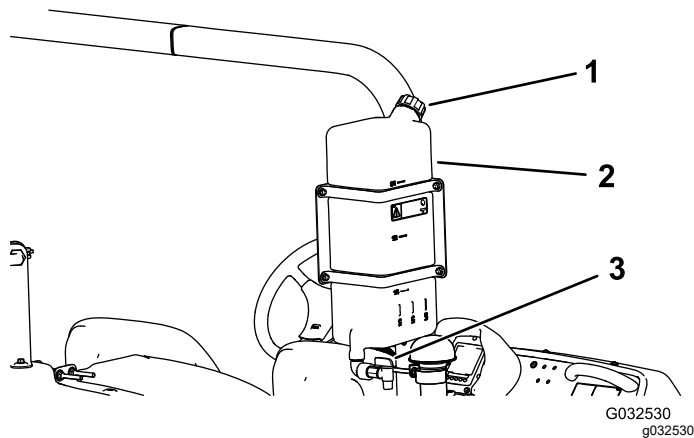

Figure 29
- Pour remplir le réservoir, dévissez le bouchon situé sur le dessus, remplissez-le d'eau douce puis revissez le bouchon en place (Figure 29).
- Pour ouvrir le robinet du réservoir d'eau douce, tournez le levier sur le robinet (Figure 29).